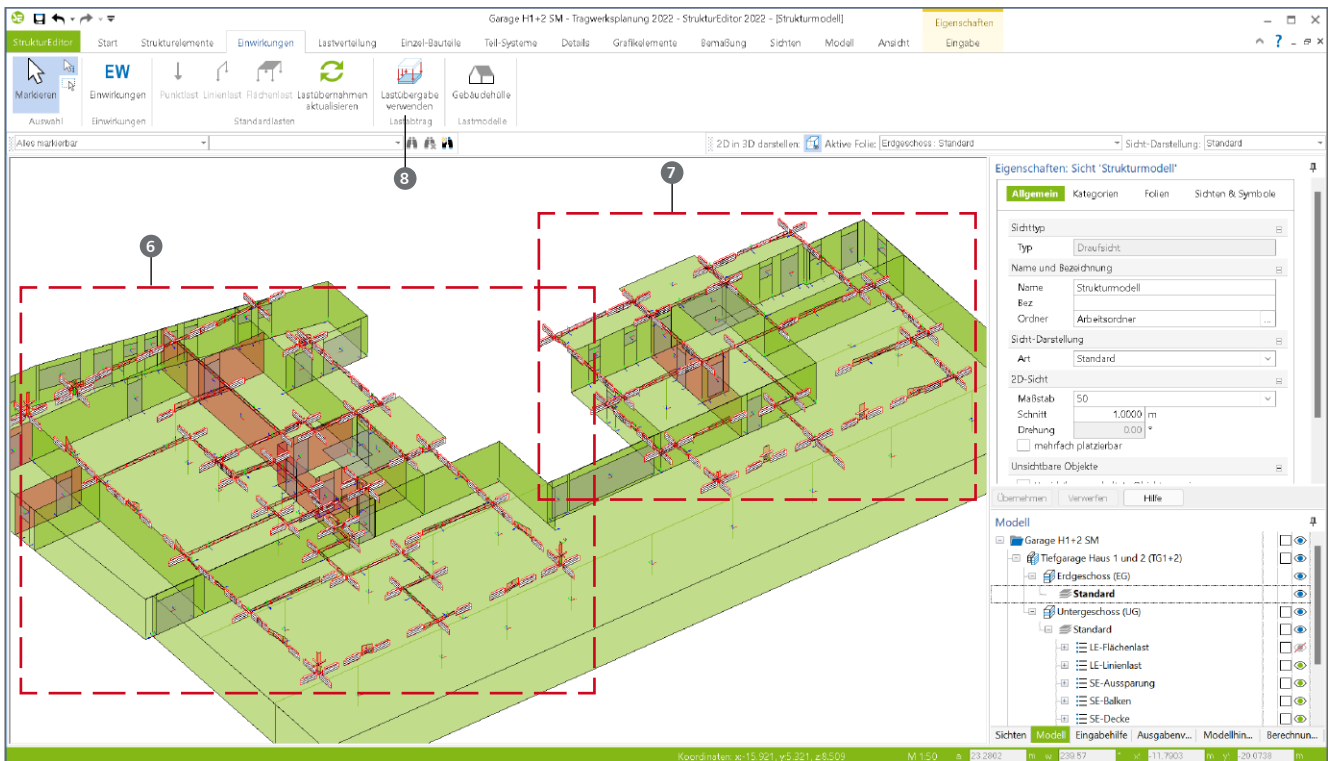

Bild 5. Lastübergabe im Ziel-Strukturmodell verwenden
Nach dem Wechsel aus dem Quell-Strukturmodell in das Ziel-Strukturmodell kann auf alle freigegebenen Lastübergaben im Projekt zugegriffen werden. Bild 5 zeigt die bereits durchgeführten Lastübernahmen aus „Haus 1“ ⑥ und „Haus 2“ ⑦.